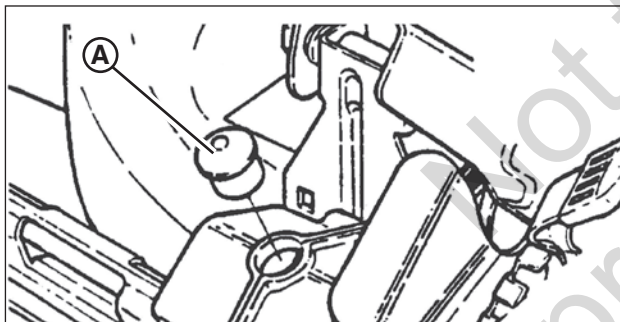

Figure 16: Dépose du bouchon de remplissage de transmission
1. Enlevez le bouchon de remplissage de la transmission (**A, Figure 16**). Poussez la machine vers l'avant ou vers l'arrière tout en regardant dans l'orifice du bouchon.